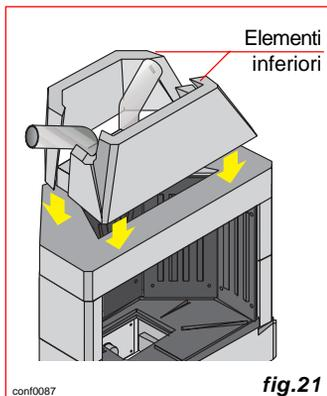

fig.21
12) Posizionare gli elementi inferiori costituenti la cappa (fig.21).